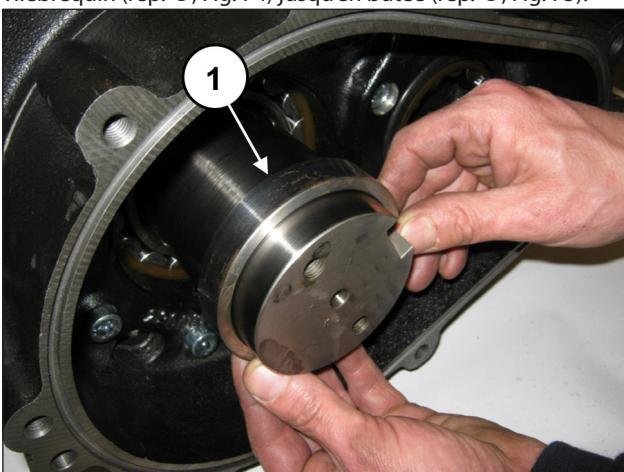
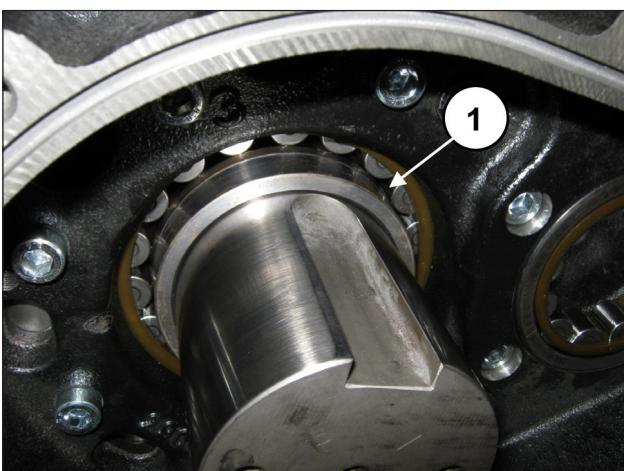

Fig. 74
Fig. 75
Emmancher la bague d'appui de la couronne dans la queue de vilebrequin (rep. ①, Fig. 74) jusqu'en butée (rep. ①, Fig. 75).